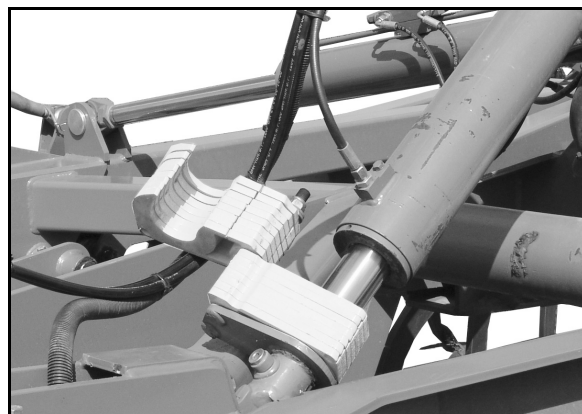

Bild 48
- på ställhydraulcylindern (Bild 48),